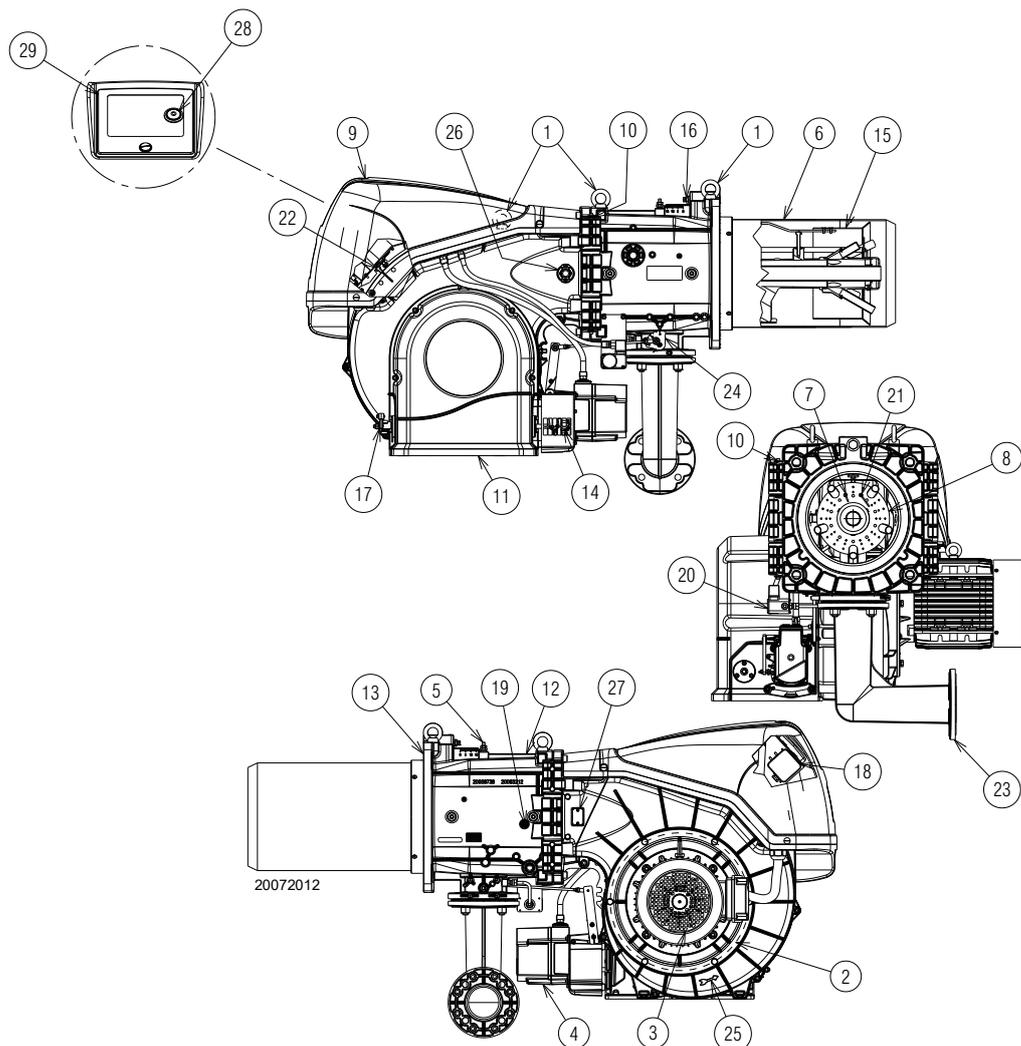

Fig. 4
- (1) Condizioni di riferimento: Temperatura ambiente 20°C - Temperatura gas 15°C - Pressione barometrica 1013 mbar - Altitudine 0 m s.l.m.
(2) Pressione alla presa 5)(Fig. 4 a pag. 12) con pressione zero in camera di combustione ed alla potenza massima del bruciatore.
(3) Pressione sonora misurata nel laboratorio combustione del costruttore, con bruciatore funzionante su caldaia di prova, alla potenza massima. La Potenza sonora è misurata col metodo "Free Field", previsto dalla Norma EN 15036, e secondo una accuratezza di misura "Accuracy: Category 3", come descritto dalla Norma EN ISO 3746.